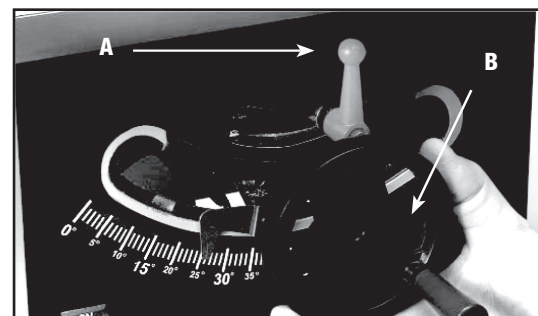
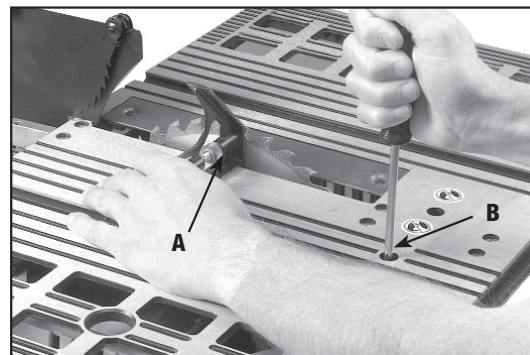
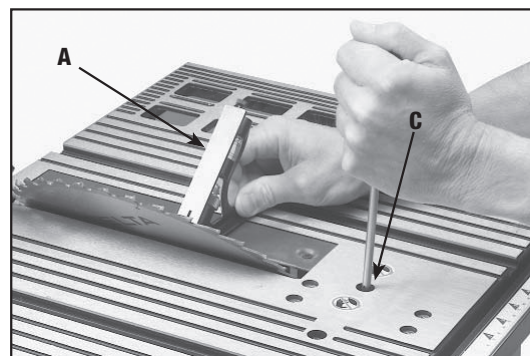

Fig. 30
Fig. 31
Fig. 32
Para inclinar a lâmina da serra, afrouxe o punho de travamento (A) Fig. 30 e mova o volante (B) até que a lâmina fique no ângulo desejado. Aperte o punho de travamento (A).
2. Afrouxe o punho de travamento de inclinação de lâmina (A) Fig. 30, mova o mecanismo de inclinação de lâmina (B) o máximo possível para a esquerda e aperte o punho de travamento de inclinação de lâmina (A).
3. Posicione um esquadro (A) Fig. 31 na bancada com uma das extremidades do esquadro em contato com a lâmina e verifique se esta está a 90 graus com a bancada. Se não estiver, afrouxe o parafuso (B) Fig. 31 e mova o mecanismo de inclinação de lâmina até que a lâmina fique em 90 graus com a bancada. Aperte o punho de travamento de inclinação da lâmina (A) Fig. 30 e aperte o parafuso (B) Fig. 31 até o fim.
2. Afrouxe o punho de travamento de inclinação de lâmina (A) Fig. 31, mova o mecanismo de inclinação de lâmina (B) o máximo possível para a direita e aperte o punho de travamento de inclinação de lâmina (A).
3. Posicione um esquadro (A) Fig. 31 na bancada com uma das extremidades do esquadro em contato com a lâmina e verifique se está a 45 graus com a bancada. Se não estiver, afrouxe o parafuso (C) Fig. 32 e mova o mecanismo de inclinação de lâmina até que a lâmina fique em 45 graus com a bancada. Aperte o punho de travamento de inclinação da lâmina (A) Fig. 30 e aperte o parafuso (C) Fig. 32 até o fim.